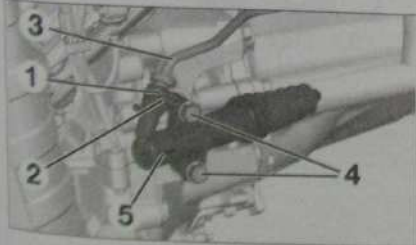

Fig. 10
- Déverrouiller les agrafes (1) et (2) sans les déposer (Fig. 10).
- Désaccoupler le tuyau hydraulique (3).
- les 2 vis (4),
- le cylindre récepteur (5).